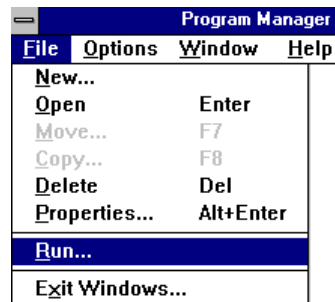

Figure 3 : Installation sous Windows 3.1x
3. Dans le 'Gestionnaire de programmes', sélectionnez le menu 'Fichier' puis 'Exécuter' (figure 3).
3. Dans le 'Gestionnaire de programmes', sélectionnez l'option 'Exécuter' du menu 'Fichier' (figure 3).
3. Dans le 'Gestionnaire de programmes', sélectionnez 'Exécuter' dans le menu 'Fichier' (figure 3).